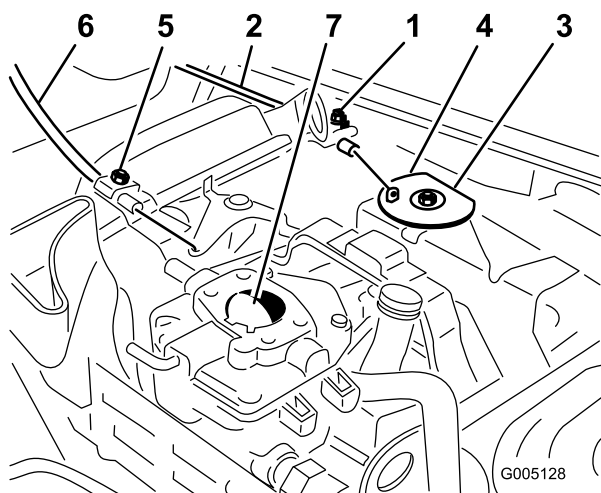

Figure 50
1. Desserrez la vis du collier qui raccorde le câble au moteur (Figure 50).
3. Tirez fermement sur le câble d'accélérateur jusqu'à ce que l'arrière du pivot atteigne la butée (Figure 50).
3. Tirez fermement sur le câble de starter, jusqu'à ce que le papillon soit complètement fermé, puis serrez la vis du collier de câble (Figure 50).